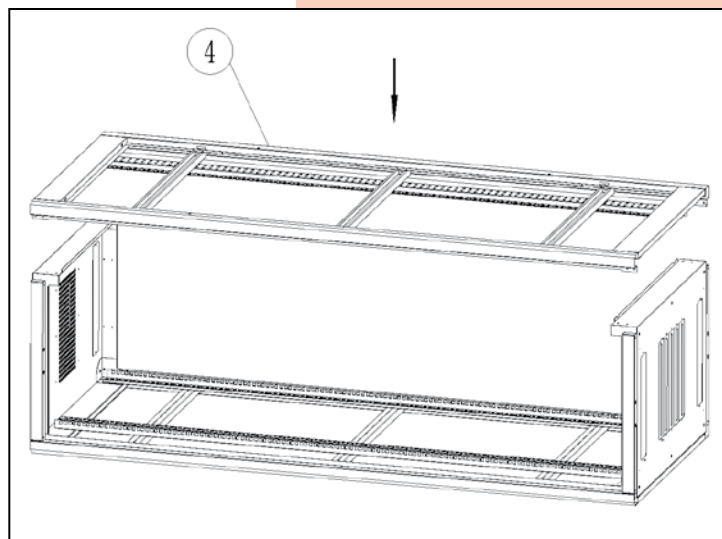

Imagen 2
Coloque el otro marco de puerta (4) sobre la tapa superior y la placa inferior, y fíjelo también con tornillos autorroscantes M5*12. Consulte la **imagen 2**.